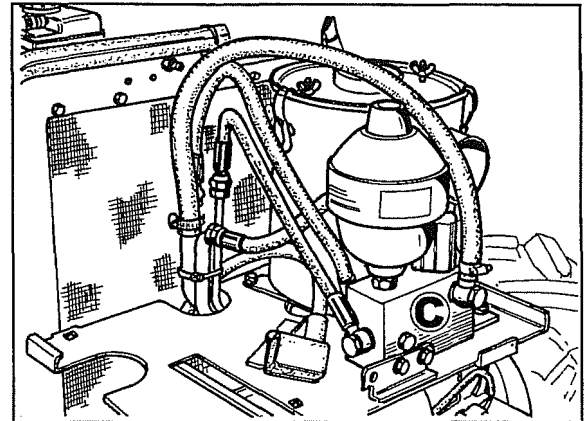

Abb. 6
4. (Für Version Max) Die Baugruppe proportionales Magnetventil **C** Abb. 6 vom Träger abtrennen und dann auf den Kühler kippen.